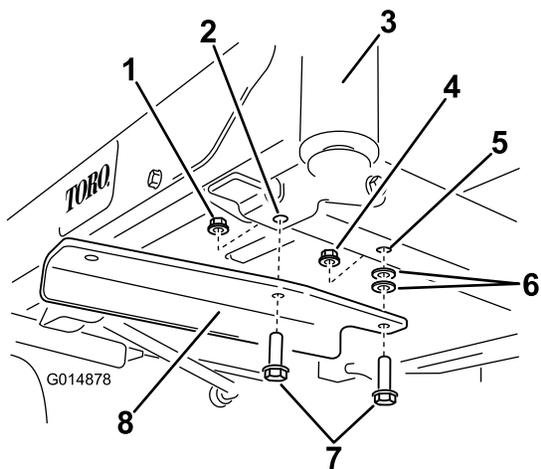

Figura 5
4. Instale el soporte izquierdo en la parte inferior del bastidor usando 2 pernos ($\frac{3}{8}$ " x 1 $\frac{1}{4}$ "), 2 arandelas y 2 contratuercas ($\frac{3}{8}$ ") (Figura 5).